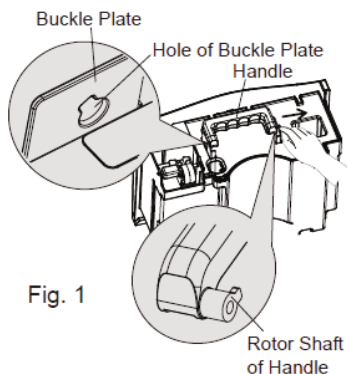

Fig. 1
1. Направьте валик ручки в сторону отверстия пластины фиксатора. Потяните пластину за ручку, следуя направлению стрелки. Снимите ручку (Рис. 1).